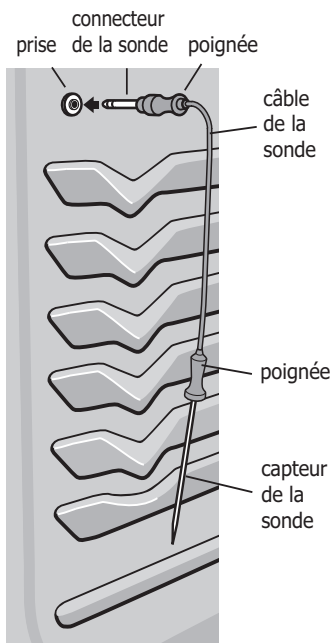

Figure 7 : Sonde illustrée avec ses composants
- Pour éviter d'endommager la sonde, n'utilisez pas d'ustensiles tels que des pinces de cuisine pour tirer sur le câble ou les poignées de la sonde. En tout temps, insérez et retirez la sonde à l'aide de ses poignées (Figure 7) et utilisez toujours des maniques pour vous protéger les mains contre les brûlures.
2. Branchez le connecteur de la sonde dans la prise située à l'intérieur du four, pendant que le four est froid. La prise de la sonde est située dans le coin supérieur gauche de la paroi interne de la cavité du four (Figure 7). Sur certains modèles, la prise se trouve sur le dessus de la cavité du four près de l'avant.